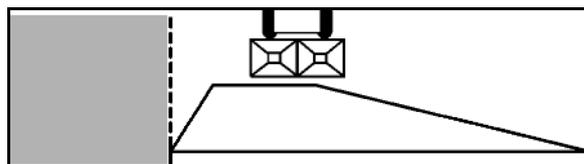

Fig. 70
3. Dispersão na margem (Fig. 70):